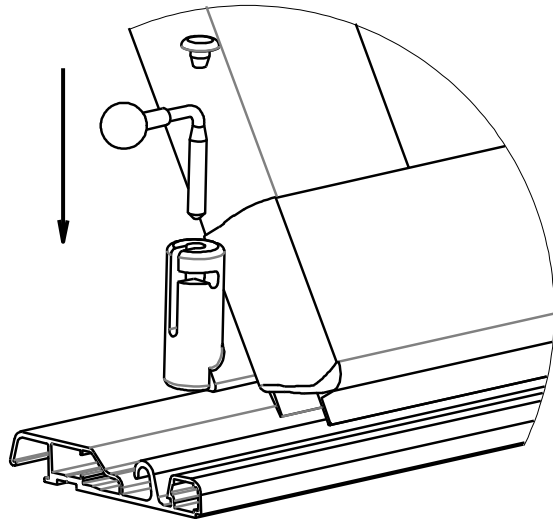

Bild 301
3.2. a) Arretierung per Hand (Bild 301):